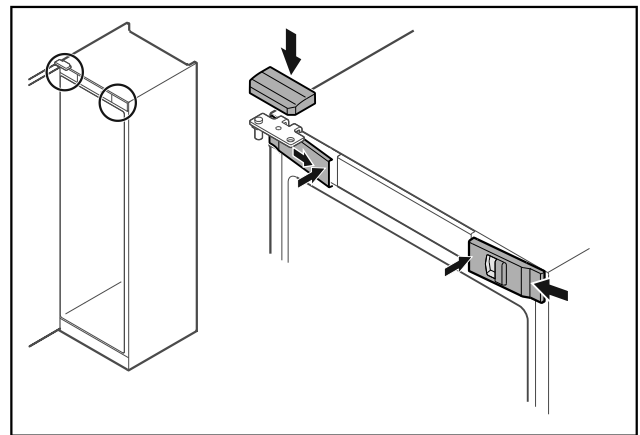

Fig. 46 *
- ▶ Zaháknite predné kryty Fig. 46 (1) naboku a zaistite ich vnútri.*
- ▶ Zaistite horný kryt Fig. 46 (2) zhora.*